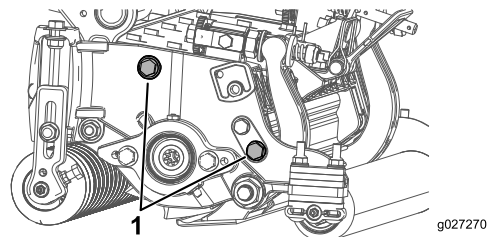

Figure 12
**Remarque:** La position du rouleau arrière par rapport au cylindre est contrôlée par les tolérances d'usinage des composants assemblés et le réglage du parallélisme n'est pas nécessaire. Un réglage limité est possible en plaçant le plateau de coupe sur un plan de travail et en desserrant les boulons de fixation de la plaque latérale (Figure 12). Ajustez et serrez les boulons. Serrez les boulons à un couple de 37 à 45 N·m.